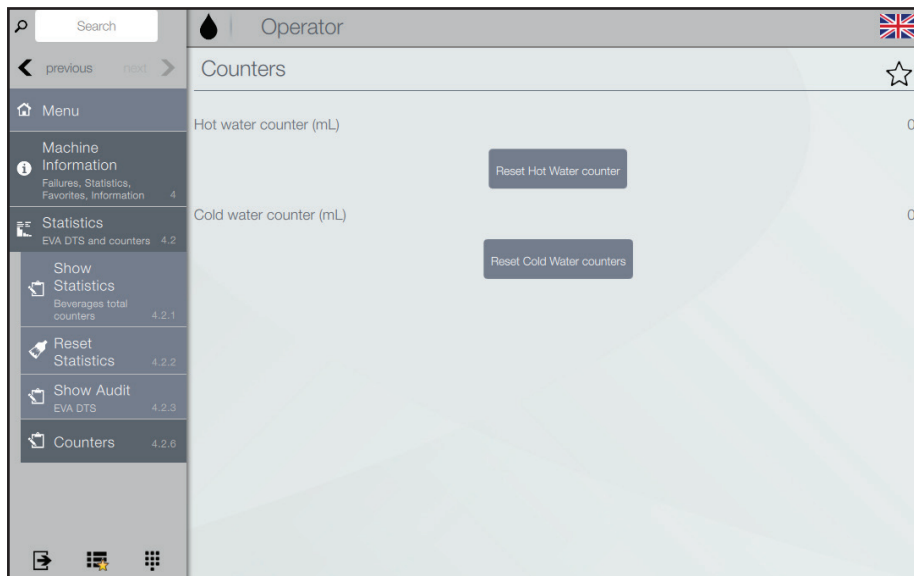

Bild 6.14 - Total vattenräknare
- Tryck på "Återställ varmvattenräknaren" för att ställa varmvattenräknaren till noll (bild 6.14)